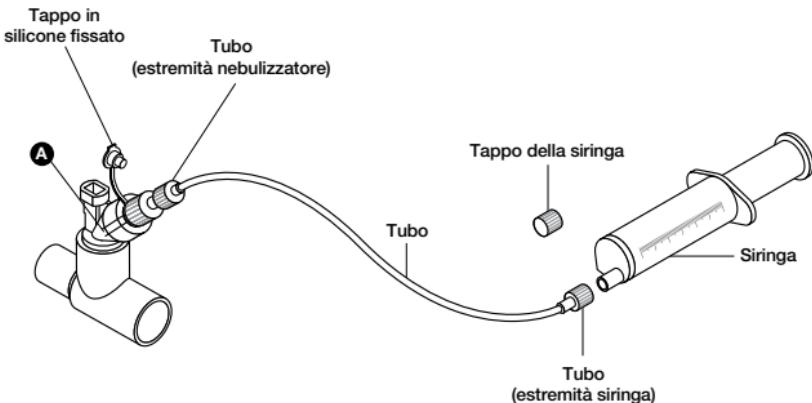

Figura 13. Set di tubi per nebulizzazione continua
7. Inserire la siringa riempita con il farmaco nella pompa di infusione della siringa (pompa non mostrata in figura 13) e impostare la portata adatta (per ulteriori informazioni, fare riferimento al manuale della pompa o consultare il produttore).